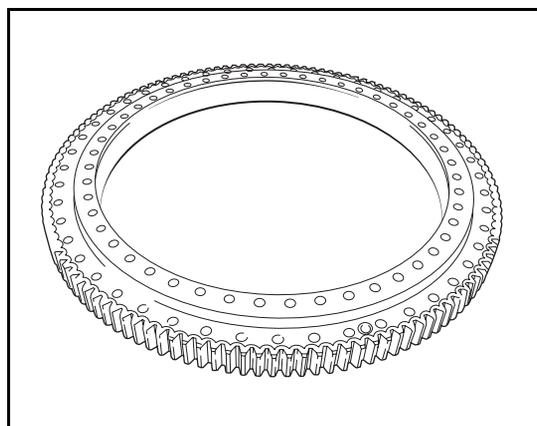

图 4-2(2) 回转轴承外形图
按图 4-2(1) 回转轴承结构、图 4-2(2) 回转轴承外形图所示：